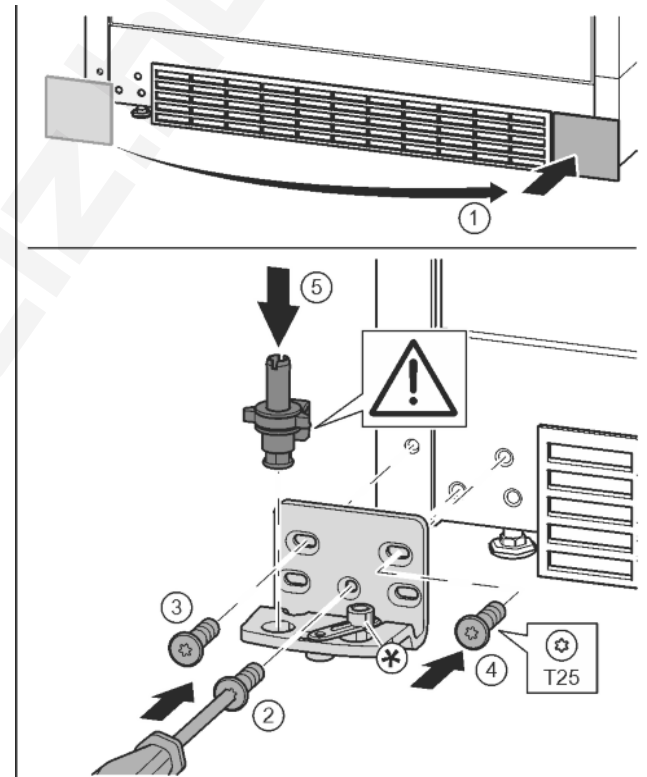

Fig. 16
- ▶ Vegye le a fedelet, és szerelje fel a másik oldalra. Fig. 16 (1)
- ▶ A másik oldalra helyezze fel a csapágybakot, és egy T25 csavarhúzóval húzza meg. Középen az alsó 2 csavarral kezdjen. Fig. 16 (2)
- ▶ Húzza meg a 3 és 4 csavart. Fig. 16 (3, 4)
- ▶ Helyezze be a teljes csapszeget. Ügyeljen közben arra, hogy a bekattanó bütyök hátrafelé mutasson. Fig. 16 (5)